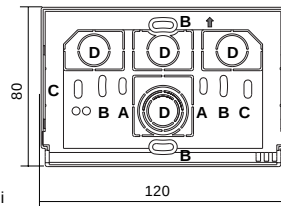

Fig. 4.i
- Fix the base to the back box (or to the wall), using the pairs of holes provided: **A-A, B-B or C-C** (fig. 4.i).
**N.B.:** fig. 4.i, **D** = knockouts allowing entry of wires (flexible only)
- Fixer la base du chronothermostat à la boîte à encastrer (ou au mur) en utilisant les paires de trous prévues: **A-A, B-B or C-C** (fig. 4.i).
**N.B:** fig. 4.i, "**D**" = zones amovibles pour l'entrée des fils (uniquement flexibles).
- Befestigen Sie die Grundplatte des Zeitthermostats am Gehäuse (oder an der Wand) mittels der entsprechenden vorgegebenen Bohrungslöcher: **A-A, B-B or C-C** (Abb. 4.i).
**Hinweis:** Abb. 4.i, "**D**" = Herausnehmbare Teile, die das Anklemmen der (ausschließlich biegsamen) Kabel ermöglichen.
- Fissare la base del cronotermostato alla scatola incasso (o alla parete), utilizzando le opportune coppie di fori **A-A**, **B-B** o **C-C** (fig. 4-i).
**N.B.:** fig. 4.i, "D" = aree asportabili per l'ingresso dei fili (solo flessibili).
- Fijar la base del cronotermostato en la pared o en la caja empotrada utilizando los pares de orificios **A-A**, **B-B**, **C-C** (fig. 4.i).
**Nota:** fig. 4.i, "D" = áreas extraíbles para la entrada de los conductores (sólo flexibles).